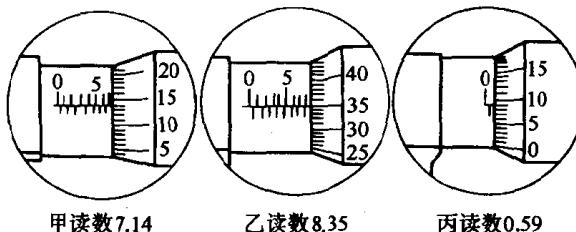

图 1-4 千分尺读数示例
2) 测量时千分尺螺杆轴线要和工件的中心线垂直或平行，不能歪斜。砧端接触工件表面时，棘轮发出咔咔的响声，这时的读数就是工件的尺寸，如图 1-4 所示。